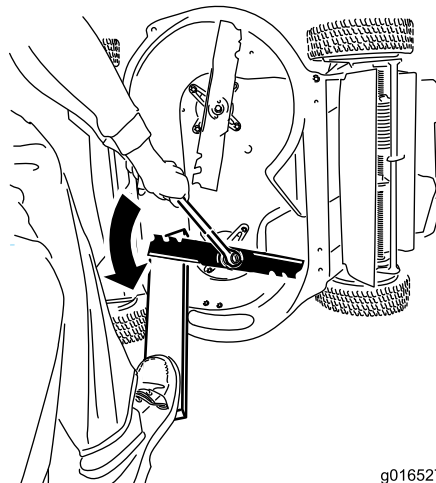

Figure 43
1. Servez-vous d'une cale en bois pour immobiliser chaque lame et dévissez le boulon de lame comme illustré à la Figure 43.